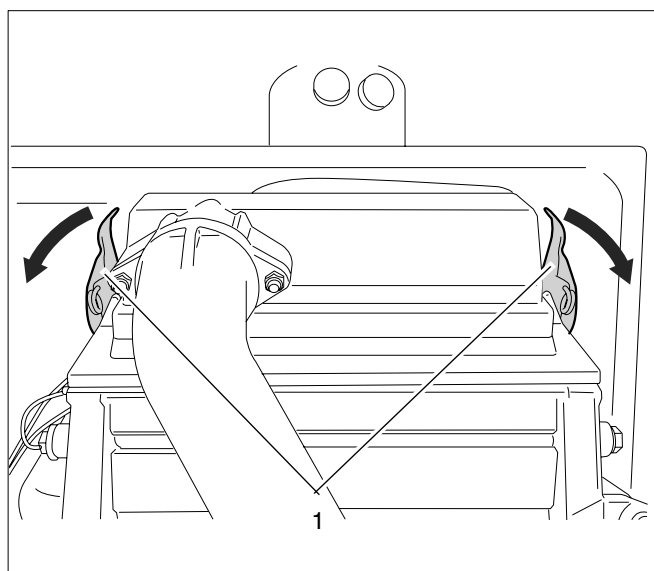

Fig. 52 Desfacerea clemelor de susținere
- Trageți în exterior ambele cleme de susținere (Fig. 52, Poz. 1) de pe capacul arzătorului și scoateți capacul cu ventilatorul și robinetul de gaz.